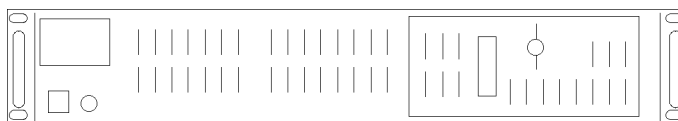

図 4: TLA7PC1 型 ベンチトップ PC コントローラ
**TLA7PC1 型ベンチトップ PC コントローラ。**この PC ベースのコントローラ(オプション)は、TLA アプリケーションが事前にインストールされており、GbE スイッチでベンチトップ・メインフレームに接続できます。コントローラは機器ラックに格納するため 19 インチ幅のシャーシに内蔵されていますが、ベンチトップ・ブラケット・キットを使用しベンチトップ・メインフレームに格納することもできます。(2 ページ「ブラケット・キットの取り付け」参照)。コントローラは、施錠できる前面ドアを開けたところに 2 基のリムーバブル・ハード・ディスク・トレイを備えています。一方のトレイにはメインのハード・ディスク・ドライブが入っています。もう一方のトレイには、別売りの SATA ハード・ディスク・ドライブを収納することができます。(図 4 参照)。